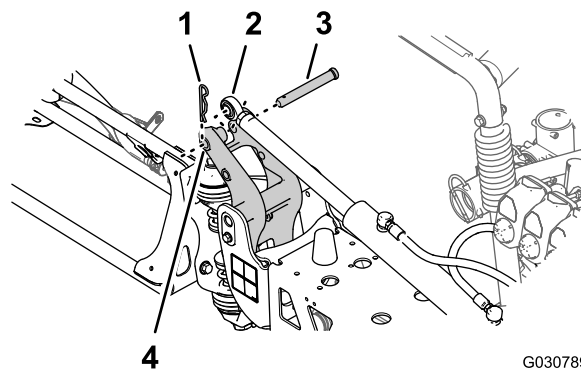

Рисунок 136
6. Совместите конец штока подъемного цилиндра с отверстием диаметром 25 мм (1 дюйм) в выступе крепления оси поворота (Рисунок 136).
7. Прикрепите подъемный цилиндр к креплению оси поворота при помощи шплинтуемого штифта и шплинта (Рисунок 136), снятых при выполнении пункта 3 раздела Демонтаж подъемных цилиндров (страница 39).